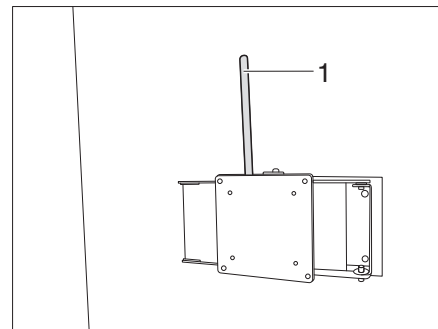

Bild 136 Halterung mit Gelenkarm (Variante 4)
- Am Hebel (Bild 136,1) ziehen.
- Hebel (Bild 136,1) zur Arretierung wieder in Ausgangsstellung zurück schieben.